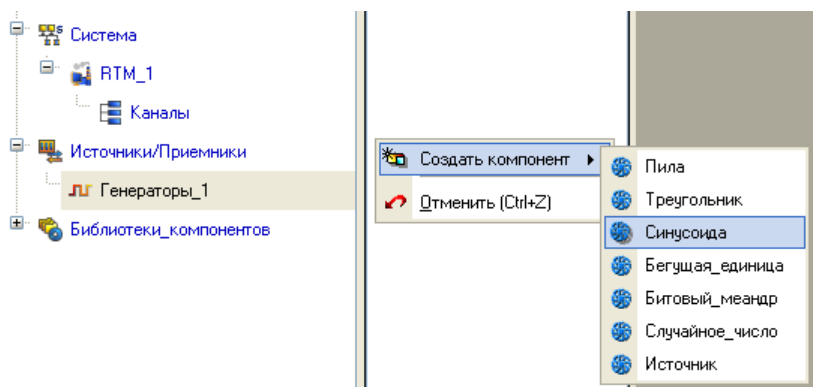

Рис. 17
- подвійним натисненням ЛК відкрити групу **Генераторы_1** і через ПК створити в ній компонент, наприклад, **Синусоида** (рис. 17);